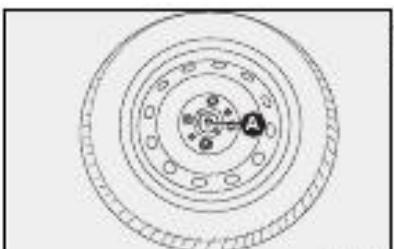

fig. 23
– Fixar a roda com o dispositivo de bloqueio **A**-**fig. 23**.